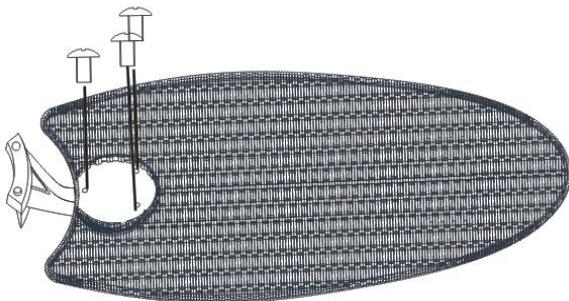

Fig. 6
2. Montare le lame e i portalama utilizzando il set di viti. (Fig. 6).